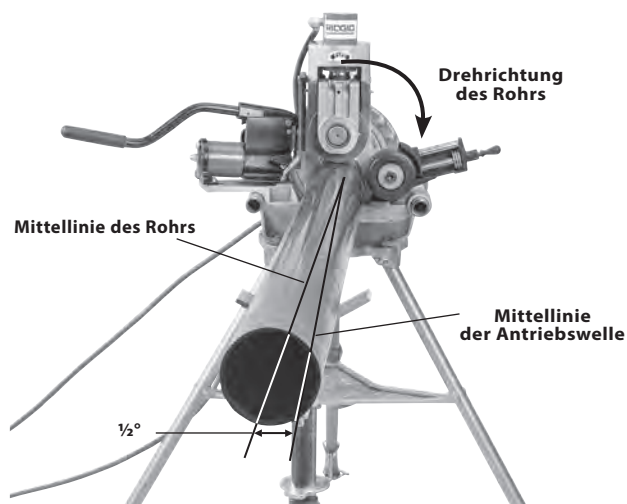

Abbildung 14 - Versetzen des Rohrs um 1/2° in Richtung Bediener, (übertrieben)
- Schalten Sie den REV/O-OFF/FOR-Schalter (Rückwärts/Aus/Vorwärts) des elektrischen Antriebs/der Gewindegewindemaschine in die REV-Position (Rückwärtsdrehung). Betätigen Sie den Fußschalter und geben Sie ihn wieder frei. Die Antriebsrolle muss sich im Uhrzeigersinn drehen (siehe Abbildung 14), entsprechend dem Aufkleber für die Rohrdrehung auf dem Rollnutgerät. Wenn sich das Rollnutgerät nicht in die richtige Richtung dreht oder der Betrieb der Maschine nicht mit dem Fußschalter bedient werden kann, verwenden Sie die Maschine erst, wenn sie repariert wurde.
- Bevorzugter Betrieb - Schalter in REV-Position (Rückwärtsdrehung):** Versetzen Sie Rohr und Rohrständer etwa 1/2 Grad (etwa 1 Zoll auf 10 Fuß vom Rollnutgerät) zum Bediener hin. Die korrekte Ausrichtung des Rohrs und des Rollnutgeräts hilft, die richtige Nachführung des Rohrs während des Nutens sicherzustellen (*Siehe Abbildung 14*). Dies ist der richtige Versatz für das Nuten mit der Maschine in der Schalterstellung REV (Rückwärtsdrehung) und funktioniert mit dem Stabilisator.
- Erhöhen Sie etwas den Versatz des Rohrs (Erhöhung von $\frac{1}{2}$ Grad auf 1 Grad) Siehe Abbildung 14.